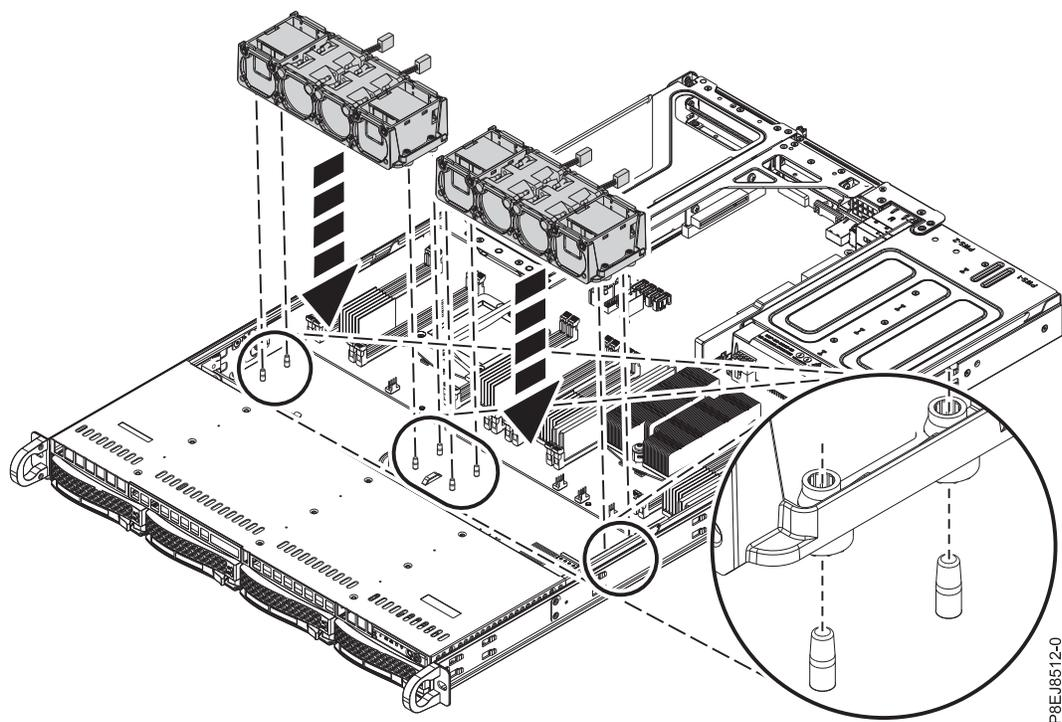

Figura 15. Alinhando o suporte do ventilador
3. Substitua o suporte do ventilador no chassi. Alinhe os orifícios no suporte do ventilador com os pinos na parte inferior do chassi, conforme mostrado em Figura 15 na página 19. Para o suporte do ventilador perto do comutador da tampa, mova temporariamente os fios do comutador da tampa para fora do caminho. Quando o suporte do ventilador estiver encaixado no sistema, substitua os fios que estão localizados próximos ao suporte do ventilador.